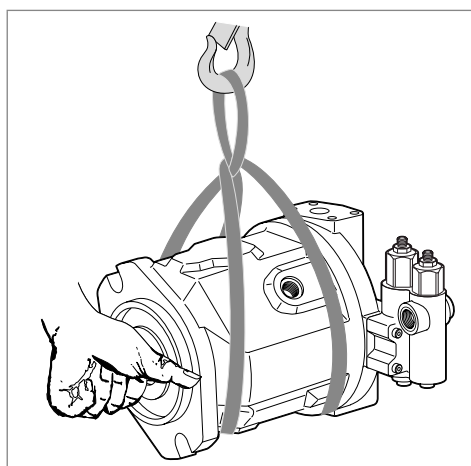

Fig. 5: Transport avec une élingue
- ▶ Placez l'élingue autour de l'unité à pistons axiaux de façon à ce qu'elle ne passe pas sur les pièces rapportées (p. ex. valves, tuyauterie), et que l'unité à pistons axiaux ne soit pas suspendue par les pièces rapportées (voir Fig. 5).